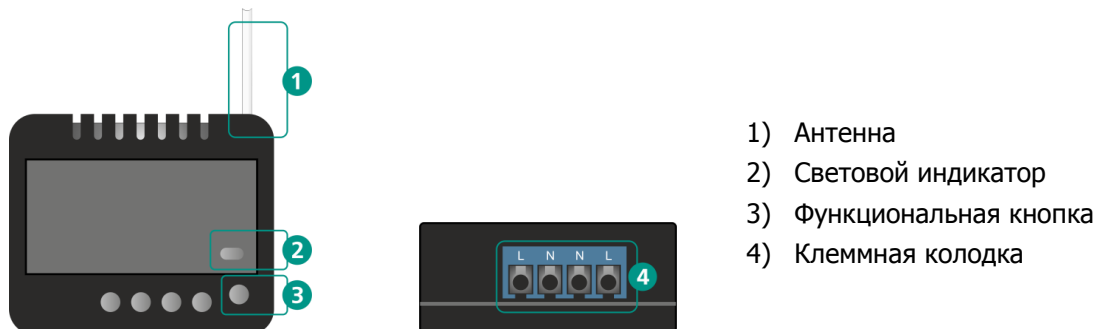

Рисунок 2.1 – Внешний вид реле
3. При установке реле в подрозетник, выведите антенну (1, рисунок 2.1) наружу и разместите под пластиковой рамкой розетки. Чем дальше антенна будет расположена от металлических конструкций, тем меньше шанс экранирования радиосигнала. Ни в коем случае не укорачивайте антенну.
2. С помощью индикации на реле. Для этого дважды нажмите на функциональную кнопку (3, рисунок 2.1) и посмотрите на индикатор реле. Соответствие уровня связи и индикации представлено в таблице 9.1.